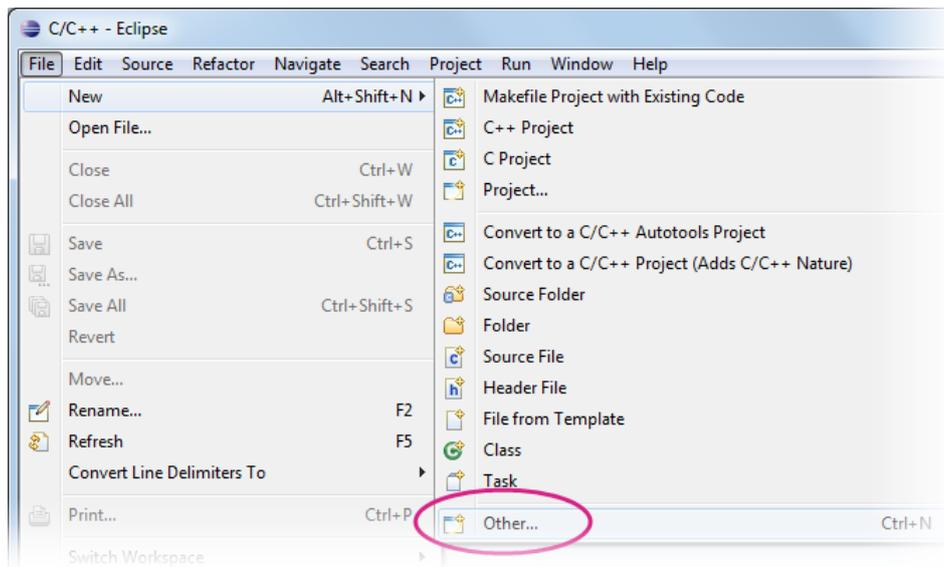

图 16 创建新 LinkIt Assist 2502 应用
- 1) 首先请创建一个新的 LinkIt Assist 2502 应用程序。在 Eclipse IDE 文件菜单，指向**新建**，然后单击**其他**，如图 16，或使用 CTRL+ N 的键盘快捷键。